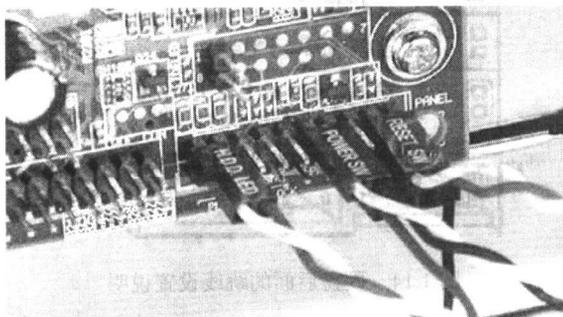

图 1.13 连接机箱接线
(1) 将电源插头插入主板上的相应插口中。
(2) 将机箱上的电源、硬盘、喇叭、复位等控制连接端子线插入主板的相应插针上, 如图 1.13 所示。